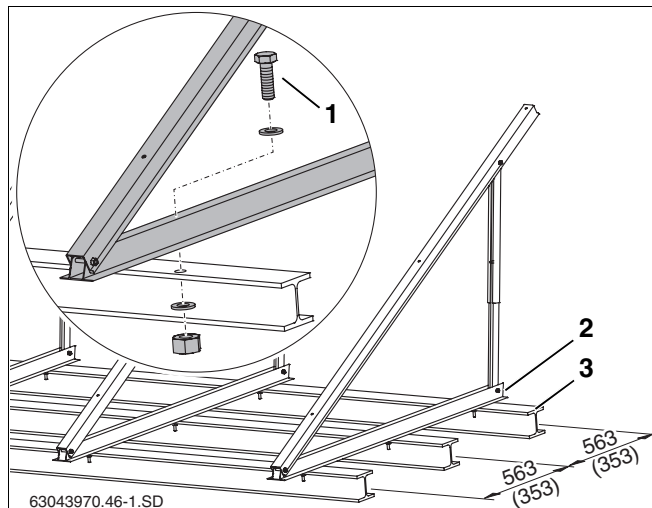

Fig. 26 Telai di sostegno per tetto piano su travi a doppio T, misura in mm (valore tra parentesi = versione orizzontale)
E' possibile fissare il telaio di sostegno per tetto piano a delle sottostrutture. A titolo di esempio viene descritto il fissaggio su travi a doppio T (fig. 26, **pos. 3**).
- Calcolare sulla trave a doppio T le stesse distanze tra i fori presenti sul profilo inferiore del telaio (fig. 26, **pos. 2**) e forare la trave conseguentemente.
- Inserire le viti (vedi tab. 8 e fig. 26, **pos. 1**) attraverso i profili e le travi a doppio T e serrarle con dadi e rondelle.